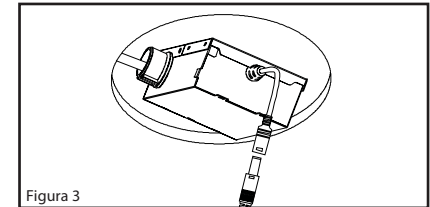

Figura 3
5. Coloque la caja de conexiones en el techo a través del recorte. (Figura 3)